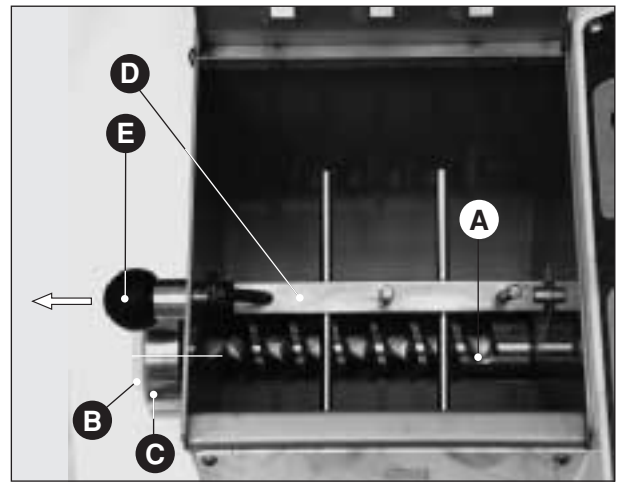
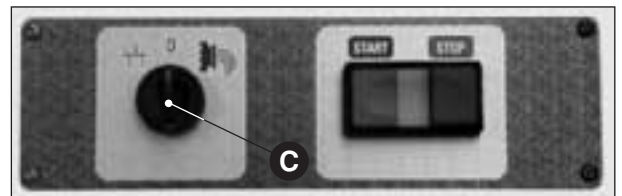

Fig. 1
Fig. 2
- posicionar el seleccionador sobre "0" (Fig. 2 C), verifíquese el correcto montaje de la cóclea (Fig. 1 A), observando que la parte cilíndrica quede apoyada al árbol de arrastre;
- asegurarse también que el tapón de plástico (**Fig. 1 B**) sustitutivo de la hilera esté bien posicionado y la abrazadera (**Fig. 1 C**) bien cerrada;
- en fin bloquear firmemente el mezclador (**Fig. 1 D**) en su asiento mediante la perilla de cabeza (**Fig. 1 E**).